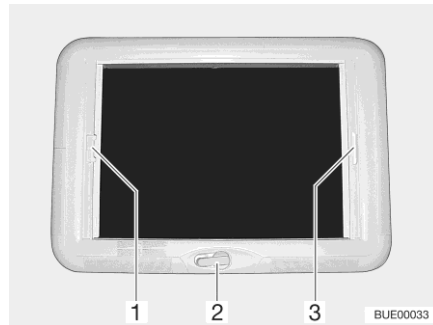

Fig. 127 Claraboya de manivela
- Girar la manivela (Fig. 127,2) hasta que se note resistencia.
- Tirar del tirador (Fig. 127,3) del estor plegable y soltarlo en la posición deseada. El estor plegable se queda fijo en esta posición.
- Tirar del tirador (Fig. 127,1) de la protección contra insectos hacia el tirador opuesto del estor plegable (Fig. 127,3) y hacerlos engatillar.
- Presionar el tirador de la protección contra insectos (Fig. 127,1) por la parte de atrás hacia arriba y desengancharla del estor plegable (Fig. 127,3).